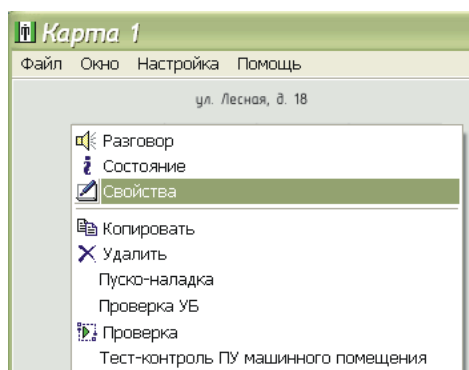

Рисунок 4
- в появившемся окне выбрать пункт «Свойства» (рисунок 4);